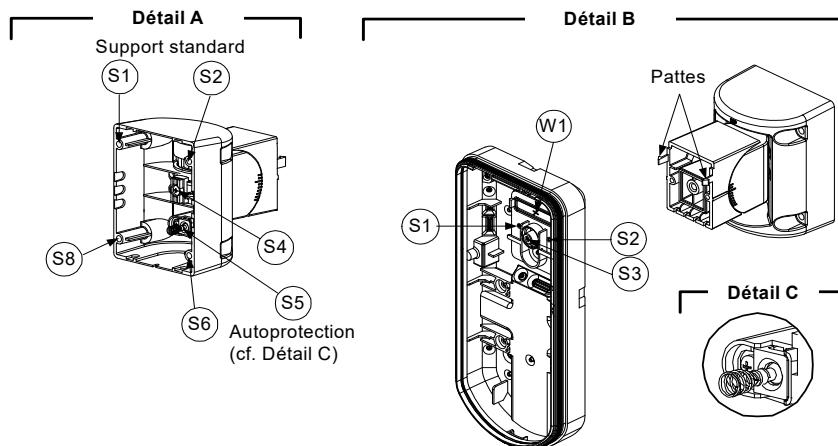

Figure 8
- Retirez l'autoprotection arrière du socle interne (cf. § "Changement de position de l'autoprotection arrière") et reliez-la au point S5 (Figure 8, Détail A) sur le support standard.
- Introduisez les fils électriques de l'autoprotection arrière à dans le passage du support prévu à cet effet (Figure 8, Détail B).